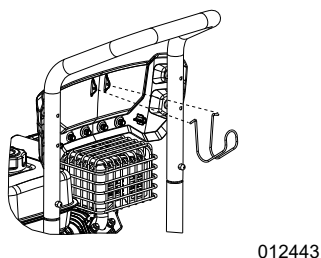

Figura 2-2. Instale el gancho para la manguera
2. Consulte la **Figura 2-2**. Instale el gancho para la manguera.